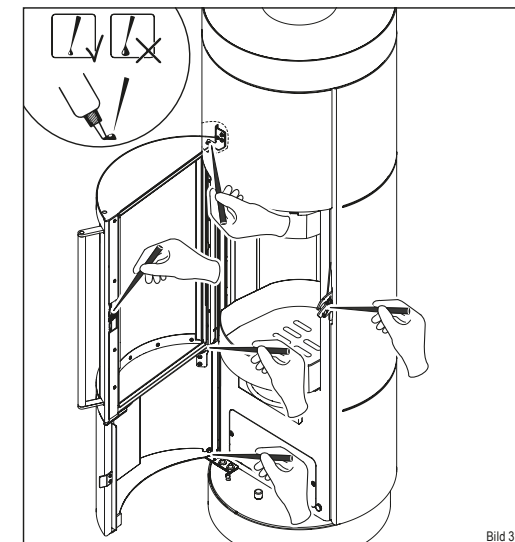

Bild 31
- ▶ Schmieren Sie die Punkte mit dem Spezialfett aus der Startbox (Bild 31).